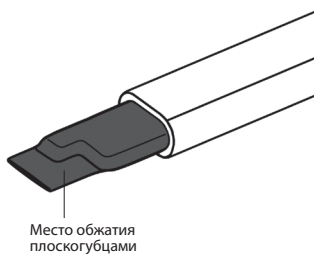

Рис. 12
Усадить термоусаживаемую трубку (6) с помощью воздушного термопистолета горячим воздухом и сразу обжать свободный конец трубки плоскогубцами (см. рис. 12). Температура усадки 200 °С.